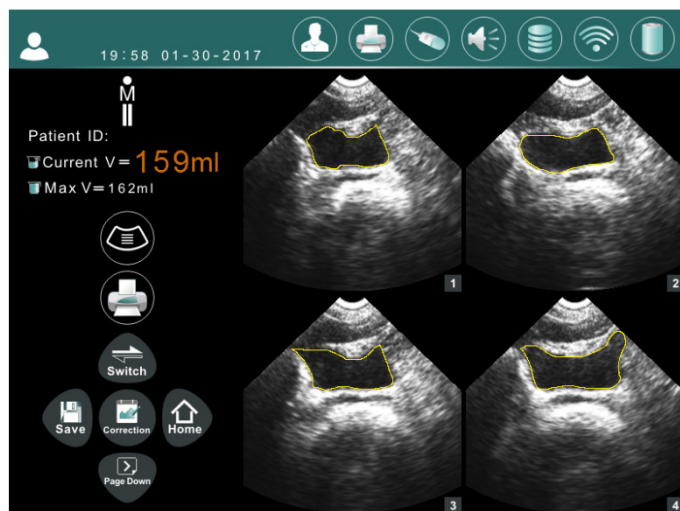

Bild 7-10 Skanningsresultat med två färgers läge
- 7.7.1 Visningsläge av skanningsresultat I två färgers läge visas i Bild 7-10.